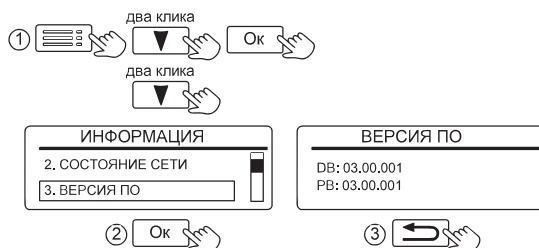

Рисунок 31. Вид вкладки «ВЕРСИЯ ПО»
11.3.2 Окно «2.СОСТОЯНИЕ СЕТИ» отображает уровень Wi-Fi сигнала сетевые данные (рис. 31).